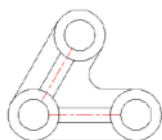

图 3.57 机件效果
本例将介绍机件的绘制，该例的制作比较简单，首先创建两个图层，然后定义图层，在绘图页中绘制图形，并对图形进行修剪，最后创建文本，完成后的效果如图 3.57 所示。
(10) 机件效果绘制完成了，效果如图 3.57，将完成后的场景文件进行存储。